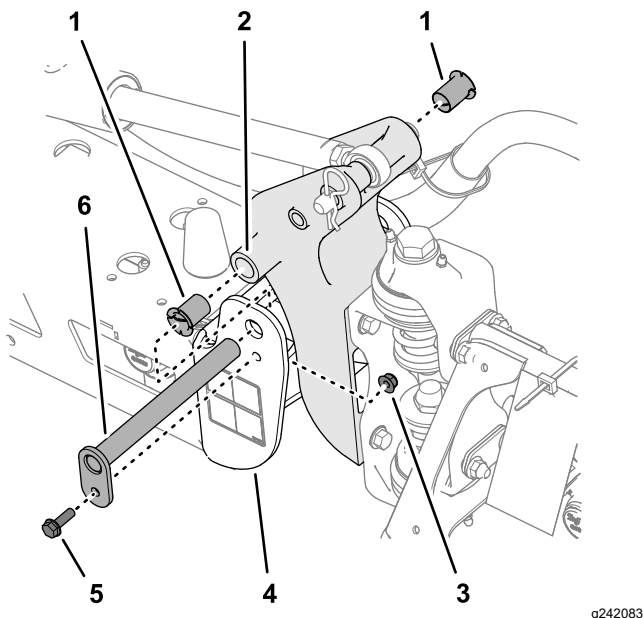

Figura 115
3. Togliete il bullone e il dado che fissano il perno di articolazione, quindi togliete il perno (**Figura 115**).
5. Togliete le boccole di nylon dal lato frontale e posteriore della staffa orientabile e controllatele (**Figura 115**).
6. Lubrificate le boccole di nylon con una piccola quantità di olio e montatele sulla staffa orientabile (**Figura 115**).
7. Allineate i fori nella staffa orientabile con i fori nel canale terminale (**Figura 115**).